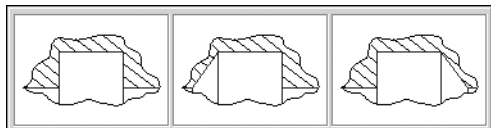

Рис. 5.3.
5. В левой области окна показан вид канавки по умолчанию. Чтобы выбрать другой вид, щелкните по слайду правой (или два раза левой) клавишей мыши. Появится развернутое меню видов канавок (рис. 5.3)